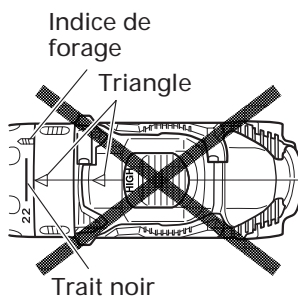

Fig. 24
- Ne pas utiliser avec le capuchon sur le chiffre "22" et le trait noir au milieu du repère de perçage. Cela pourrait provoquer des dommages. (Voir Fig. 24)